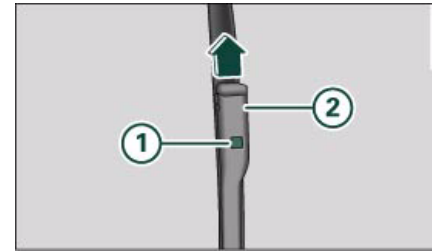

Fig. 53 Desmontar las escobillas del limpiaparabrisas
- Pulse el botón de bloqueo (1) que hay junto a la escobilla ⇒ fig. 53. Aguante al mismo tiempo la escobilla.